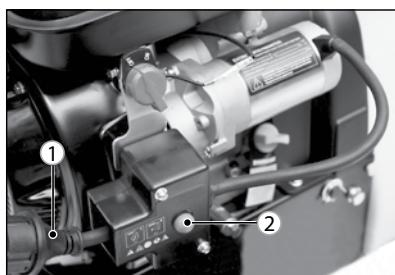

Рис. 15
8. При использовании электростартера подключите сетевой удлинитель, предназначенный для питания садового электроинструмента и рассчитанный на напряжение 230 В, к штепсельной вилке стартера 1 (рис. 15).
9. Нажмите кнопку электростартера 2 и удерживайте ее в течение 3-5 секунд. Произойдет прокручивание вала двигателя и его запуск. Как только двигатель запустился, немедленно отпустите кнопку включения электростартера и отсоедините электрический удлинитель от штепсельной вилки снегоуборщика. Если двигатель не запустился, сделайте перерыв в течение 15-20 секунд и повторите попытку (рис. 15).